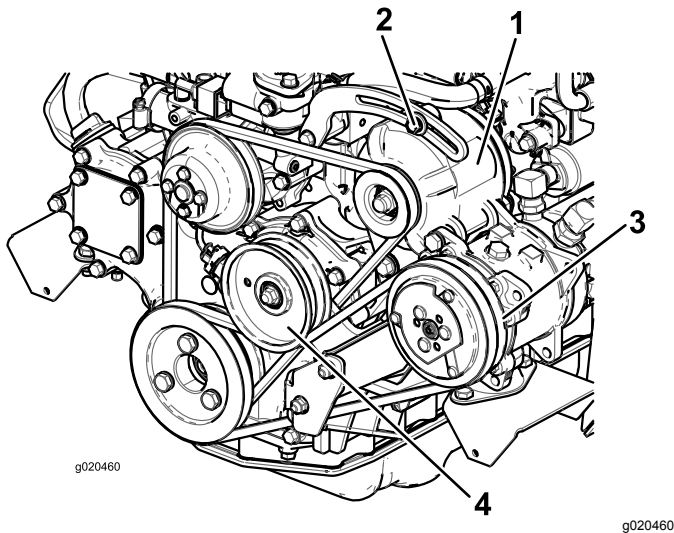

Figure 100
Si vous n'obtenez pas une flèche de 10 mm, desserrez les boulons de fixation de l'alternateur (Figure 100).
2. Si vous n'obtenez pas une flèche de 10 mm, desserrez le boulon de fixation de la poulie de tension (Figure 100).